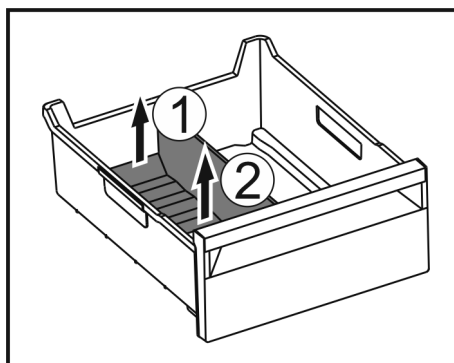

Fig. 126
- ▶ Tõstke jääkambrieraldaja tagumine osa üles. Fig. 126 (1)
- ▶ Võtke jääkambrieraldaja ülespoole välja. Fig. 126 (2)